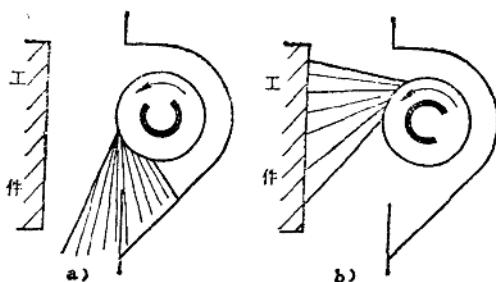

图5-1-3 弹丸抛射位置
① 抛丸量不能过大或过小，过大会出现清理质量下降、工件变形、耗用功率大、易损件磨损严重和增加弹丸耗量等，过小会造成清理效率低。所以在使用前或使用过程中，要随时检查和调整影响抛丸量的分丸轮、定向套、叶片等的安装位置及相对尺寸。
② 在使用抛丸器前，必须调整好弹丸散射角的正确位置，使弹丸的散射角对准被清理的工件。否则，不但达不到应有的清理目的，反而弹丸将击毁抛丸器的防护板及防护罩。弹丸正确的抛射位置如图5-1-3所示。它是由定向套的窗口位置来调整的。调整方法是可在工件清理区放一块木板或一张硬纸，开动抛丸器，使之运转正常后，投入少量的弹丸，然后检查木板或硬纸的弹丸痕迹中心是否对准